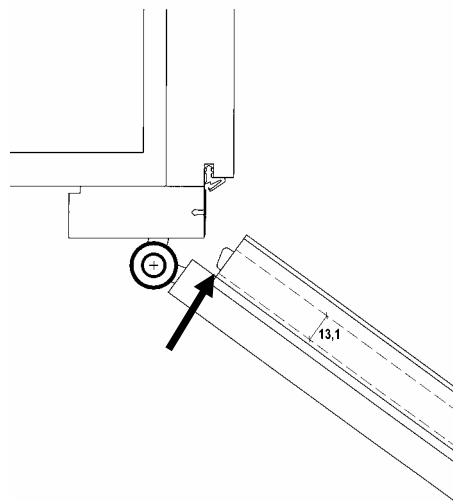

Bild 2
8. Reglera tätningströskelns lyfthöjd genom insexskruven i regeltappen. Silikonlisten skall ligga tätt mot golvet när dörren är i stängt läge. *OBS! Regeltappen skall efter justering stå i position enligt bild 2.*